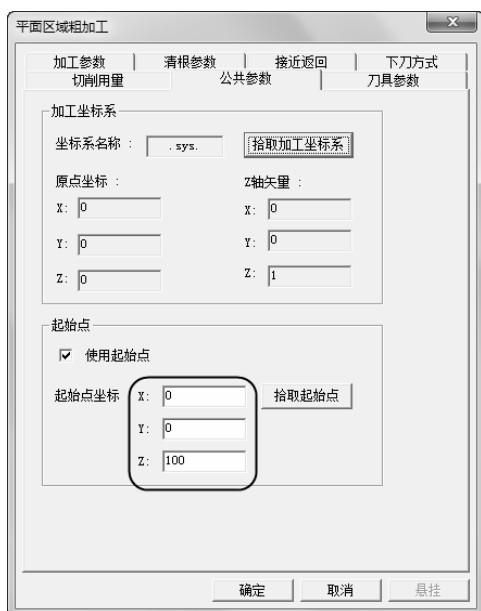

图 2-93 “公共参数”选项卡
6) 单击“公共参数”选项卡，勾选“使用起始点”，具体“起始点坐标”参数数值如图 2-93 所示。